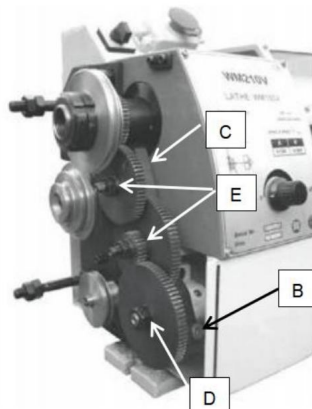

Fig. 19
3. Desserrez la vis de blocage (B, Fig.19) sur le quadrant.
4. Faites pivoter le quadrant (C, Fig. 19) vers la droite.
5. Dévissez l'écrou (D, Fig.29) de la vis mère ou les écrous (E, Fig.19) des boulons du quadrant afin de retirer les engrenages de changement de vitesse du devant.